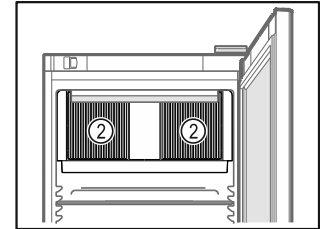

Fig. 31
- Lüftungsschlitze Fig. 31 (2) des Umluftgebläses im Innenraum freihalten.